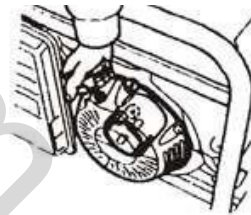

Рис. 53
9.6 Потягніть повільно пускову рукоятку, доки не відчуєте опір (Рис. 53).